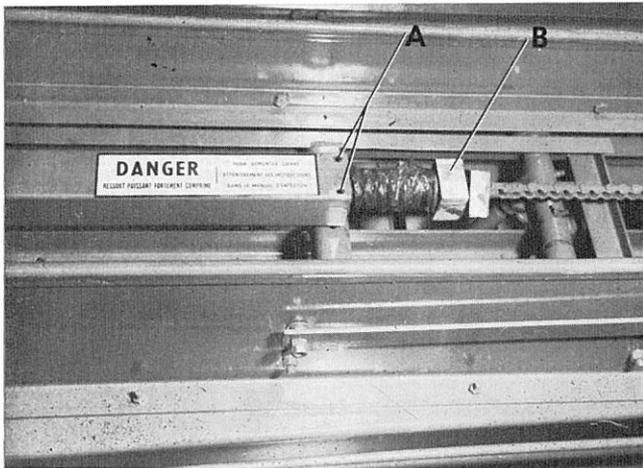

FIG. 37
— E) Le numéro 1 enlève les écrous des 2 boulons A (fig. 37), en ayant soin de ne pas sortir
A) Pendant que le numéro 1 maintient en place la cale en bois selon le paragraphe C de la méthode de démontage, le numéro 2 tourne le volant dans le sens de marche normal tandis que le chariot d'ameneur est solidement maintenu au moyen de la cale. La chaîne de commande de l'ameneur solidaire du tube pilote commence à comprimer le ressort par l'intermédiaire du palier nylon B (fig. 37).